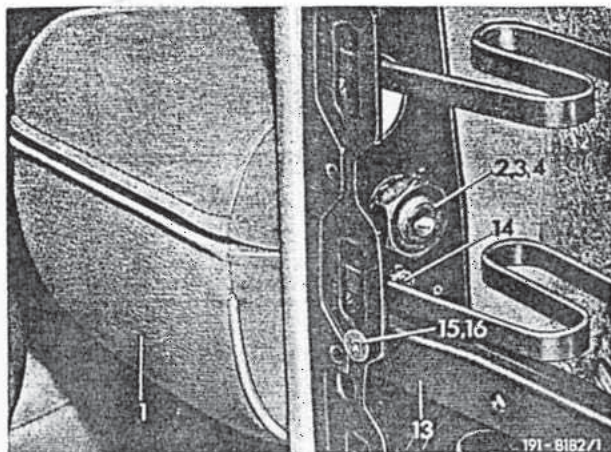

Bild 2
- 5 Bei Fahrzeugen, deren Rückenlehnenrahmen noch nicht die Befestigungslöcher für die Schrauben (16) aufweisen, Schiene (13) mit der Schraube (14) am Lager (4) anschrauben (Bild 2).